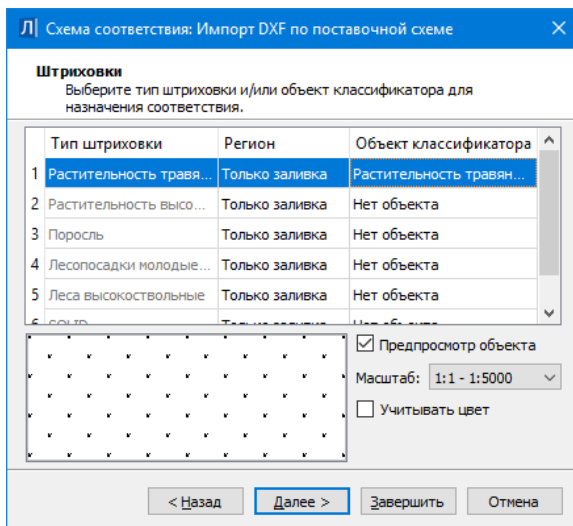

Рис.16.5
- для типов штриховок – в виде штриховки региона и/или площадного объекта классификатора (рис. 16.5);